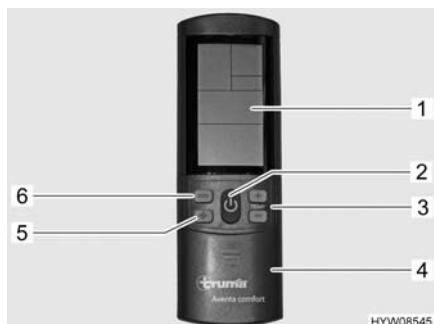

Fig. 126 Telecomando (impianto di climatizzazione)
- Premere il tasto On/Off (Fig. 126,2). Vengono applicate le ultime impostazioni selezionate.
- Impostare la temperatura desiderata con i tasti "+" e "-" (Fig. 126,3).
- Premere il tasto On/Off (Fig. 126,2). Si può continuare a controllare l'illuminazione.
- Premere il tasto On/Off (Fig. 126,2).
- Premere il tasto di selezione della modalità di funzionamento (Fig. 126,6) finché non appare il simbolo del raffreddamento sul display (Fig. 126,1).
- Impostare il grado desiderato del ventilatore con il selettore "☒" (Fig. 126,5).
- Premere il tasto di selezione della modalità di funzionamento (Fig. 126,6) finché non appare il simbolo del riscaldamento sul display (Fig. 126,1).
- Premere il tasto di selezione della modalità di funzionamento (Fig. 126,6) finché non appare il simbolo del ricircolo aria sul display (Fig. 126,1).